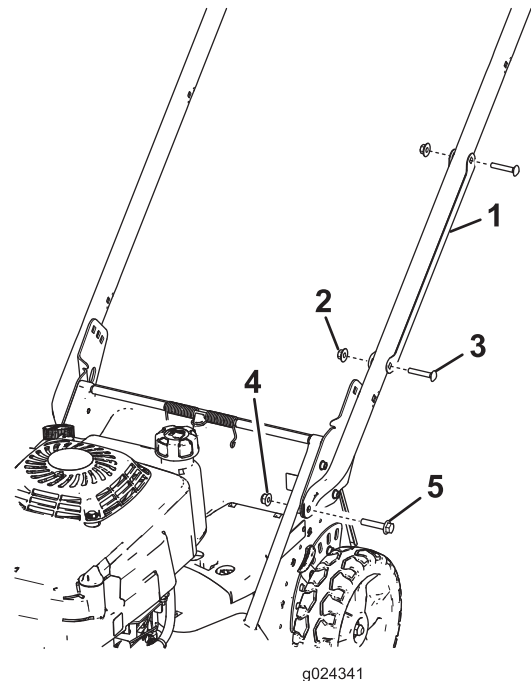

Figura 3
1. Retire los 2 pernos de cuello cuadrado y las 2 arandelas que sujetan el protector de cable al manillar, y retire el protector del cable del manillar (Figura 3).
2. Instale los extremos del manillar en la carcasa de corte con 2 pernos de cabeza hexagonal con arandela prensada (5/16 x 1-1/2") y 2 tuercas con arandela prensada (5/16"), según se muestra en Figura 3.
7. Posicione el protector de cable en el manillar **con el/los cable(s) dentro del protector**, y sujete el protector al manillar con los 2 pernos de cuello cuadrado y las 2 contratuercas que retiró anteriormente (Figura 3).